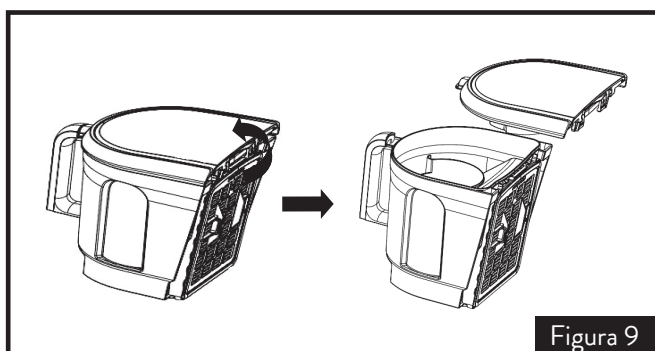

Figura 9
3. Quite la tapa del recipiente como muestra la figura 9.